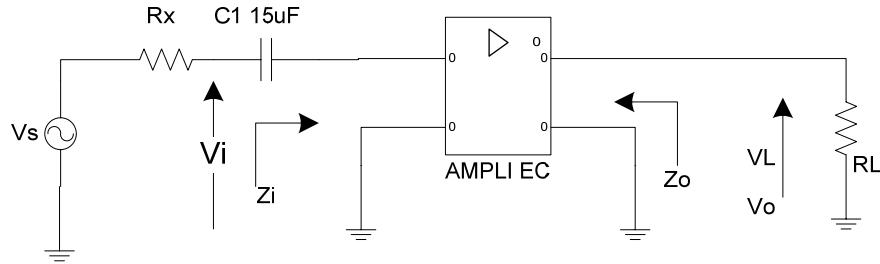

FIG 2.- MESURER L'IMPEDANCE D'ENTRÉE et DE SORTIE
- Ajouter à l'entrée du circuit une résistance  $R_x$  de 1 kohm. (voir Fig 2.)